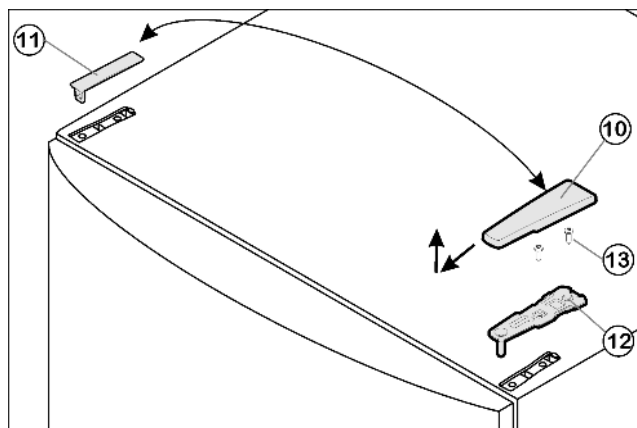

Fig. 4
- ▶ Потяните крышку Fig. 4 (10) вперед и вверх.
- ▶ Снимите крышку Fig. 4 (11).
- ▶ Открутите верхний опорный кронштейн Fig. 4 (12) (2 шт. Torx® 25) Fig. 4 (13) и вытяните вверх.
- ▶ Установите верхний опорный кронштейн Fig. 4 (12) на новой стороне шарнира и защелкните в дверце.
- ▶ Прикрутите верхний опорный кронштейн Fig. 4 (12) (**с моментом 4 Нм**) (2 шт. Torx® 25) Fig. 4 (13). При необходимости сделайте отверстия или используйте аккумуляторную отвертку.
- ▶ Защёлкните крышку Fig. 4 (10) и крышку Fig. 4 (11) на противоположной стороне.